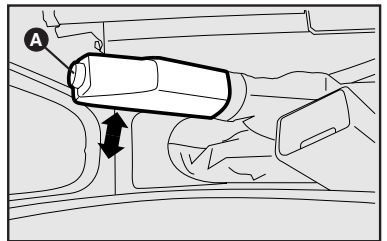

fig. 1
FRENO DE ESTACIONAMIENTO - fig. 1
- 1) Levante un poco la palanca y presione el botón **A-fig. 1**.